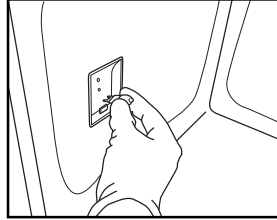

fig. 8
4. Skift ut pæren (se anmerkning for hvilken type) (fig. 8).